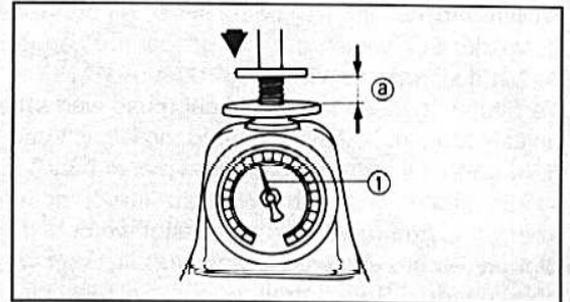

Bild 143
- Mit dem Stahlwinkel den Verzug der Feder prüfen. Die Abweichung a darf maximal 1,8 mm betragen (Bild 143).